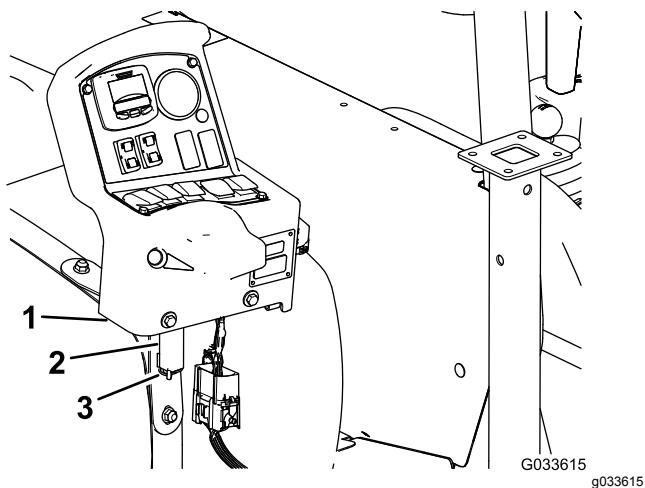

図 117
7. 車両のダッシュボードで、コンソール取り付けブラケットからコンソールを外し、コンソールのピボットピンを、タンクの前ベルトについている保管ブラケットにセットする 図 117; 9 コントロールコンソールを機体に取り付ける \(ページ 21\)を参照。
8. ブラケットにコンソールを組み付け、ピボットピンをブラケットに入れてヘアピンで固定する (図 117)。